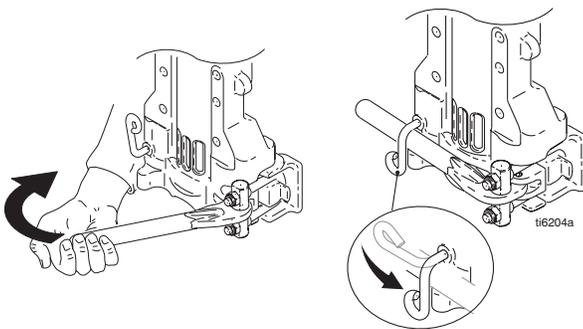

ABB. 27
6. ABB. 27. Federgriff festziehen und in die Verriegelungsposition drehen.